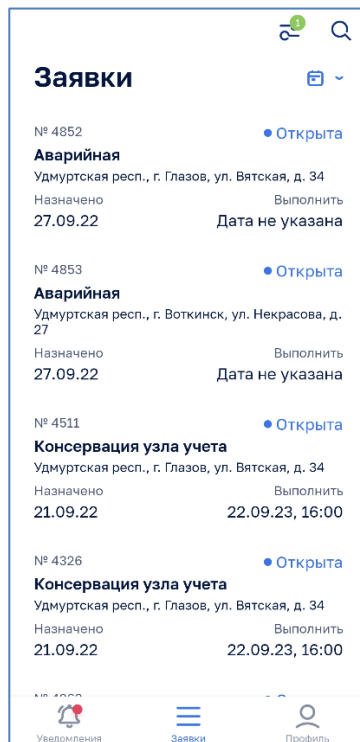

Рисунок 115 – Перечень заявок
В МП ОК перечень заявок представлен в виде списка (см. Рисунок 115).
При нажатии на заявку в списке заявок (см. Рисунок 115) открывается окно заявки (см. Рисунок 105).
1. Открыть необходимую заявку из перечня заявок (см. Рисунок 115). В карточке каждой заявки отображается дата назначения заявки, ее номер в системе и статус заявки.